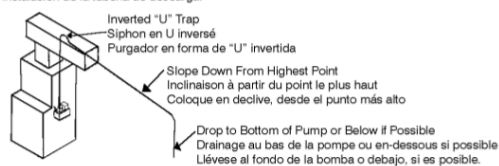

Fig. 3
- Run flexible tubing or pipe from evaporator drain into pump inlet. Be sure inlet piping is sloped downward to allow gravity flow (Fig. 3).
1. Faire sortir un tube isolant souple ou un tuyau de l'évaporateur et le brancher dans l'arrivée de la pompe. Pour permettre un bon écoulement, s'assurer que le tuyau d'admission est bien dirigée vers le bas. (Fig. 3)